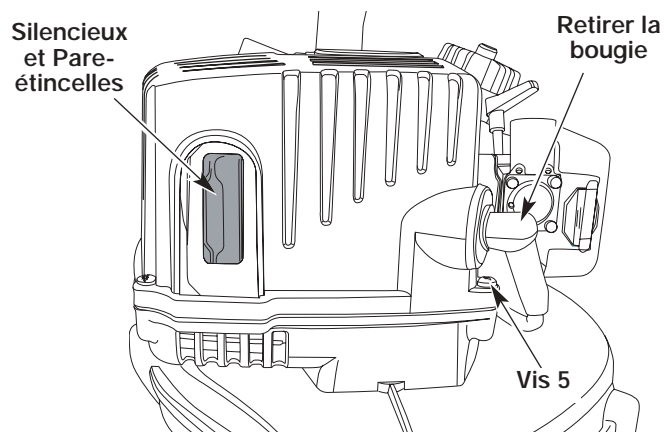

Fig. 12
1. Le pare-étincelles se trouve dans le silencieux, sous le cache moteur. Lorsque vous regardez le devant de la machine, le silencieux et le pare-étincelles se trouvent du côté gauche (Fig. 12).